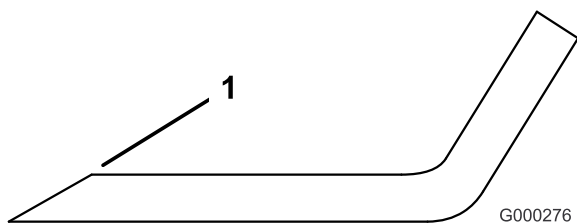

Figure 86
3. Examinez les tranchants de toutes les lames et aigüsez-les s'ils sont émoussés ou ébréchés (Figure 86).
Remarque: N'aigüsez que le haut du tranchant et conservez l'angle de coupe d'origine pour obtenir une coupe nette (Figure 86). Limez la même quantité de métal sur chacun des deux tranchants pour ne pas déséquilibrer la lame.